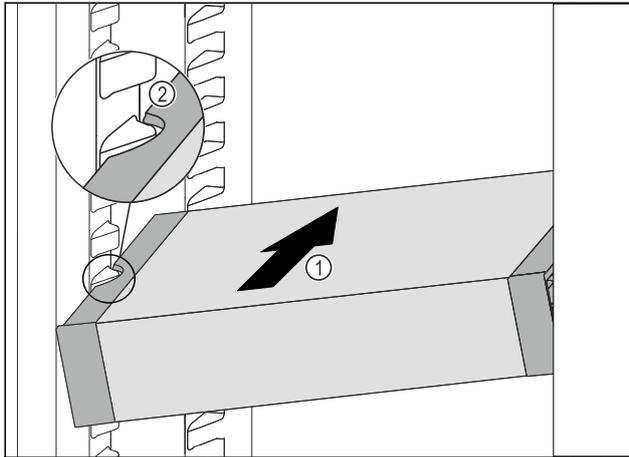

Fig. 49
- VarioSafe schräg in das Kühlteil einschieben Fig. 49 (1), bis sich die seitlichen Aussparungen Fig. 49 (2) des VarioSafes auf Höhe der Behälterrippe im Kühlteil befinden.